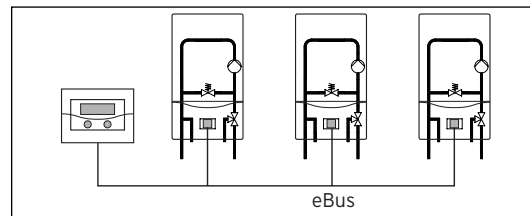

Рис. 4.1 Подключение коммутатора
- Соедините коммутатор с регулятором autoMATIC 620 или calorMATIC 630 через штекер подключения к шине чтобы обеспечить возможность передачи данных в системе (рис. 4.1).